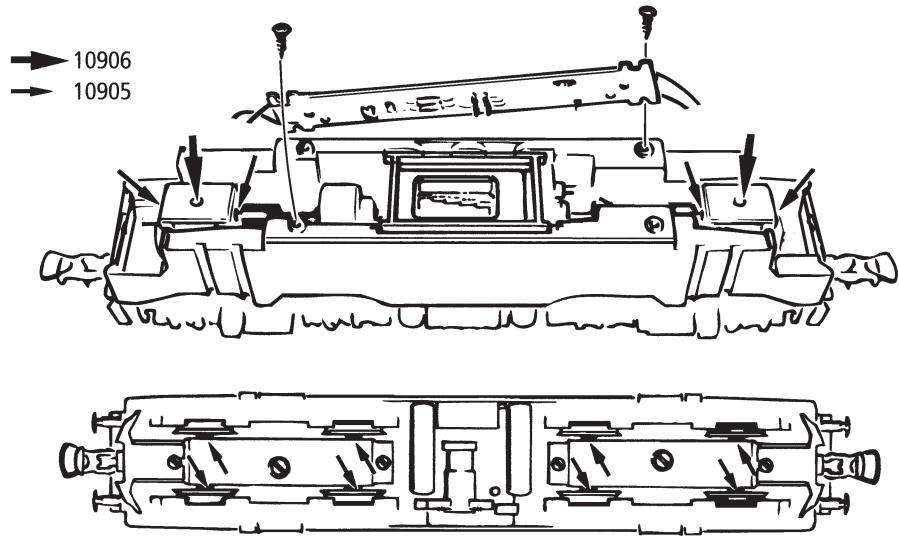

Fig. 8
1. Reinigung der Radstromkontakte: Radstromkontakte können auf unsauberen Schienen leicht verschmutzen. Entfernen Sie **vorsichtig** mit einem kleinen Pinsel **den Schmutz** an den in Fig. 8 gekennzeichneten Stellen.
1. Cleaning of wheel contacts: Wheel contacts easily get dirty on tracks which are not entirely clean. Use a small brush to **remove dirt** from spots marked in fig. 8.